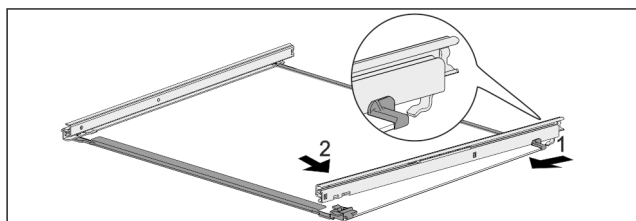

Fig. 105 Placa de sticlă cu șine
- ▶ Agățați șina în partea din spate. Fig. 105 (1)
- ▶ Înclicetați șina în partea din față. Fig. 105 (2)